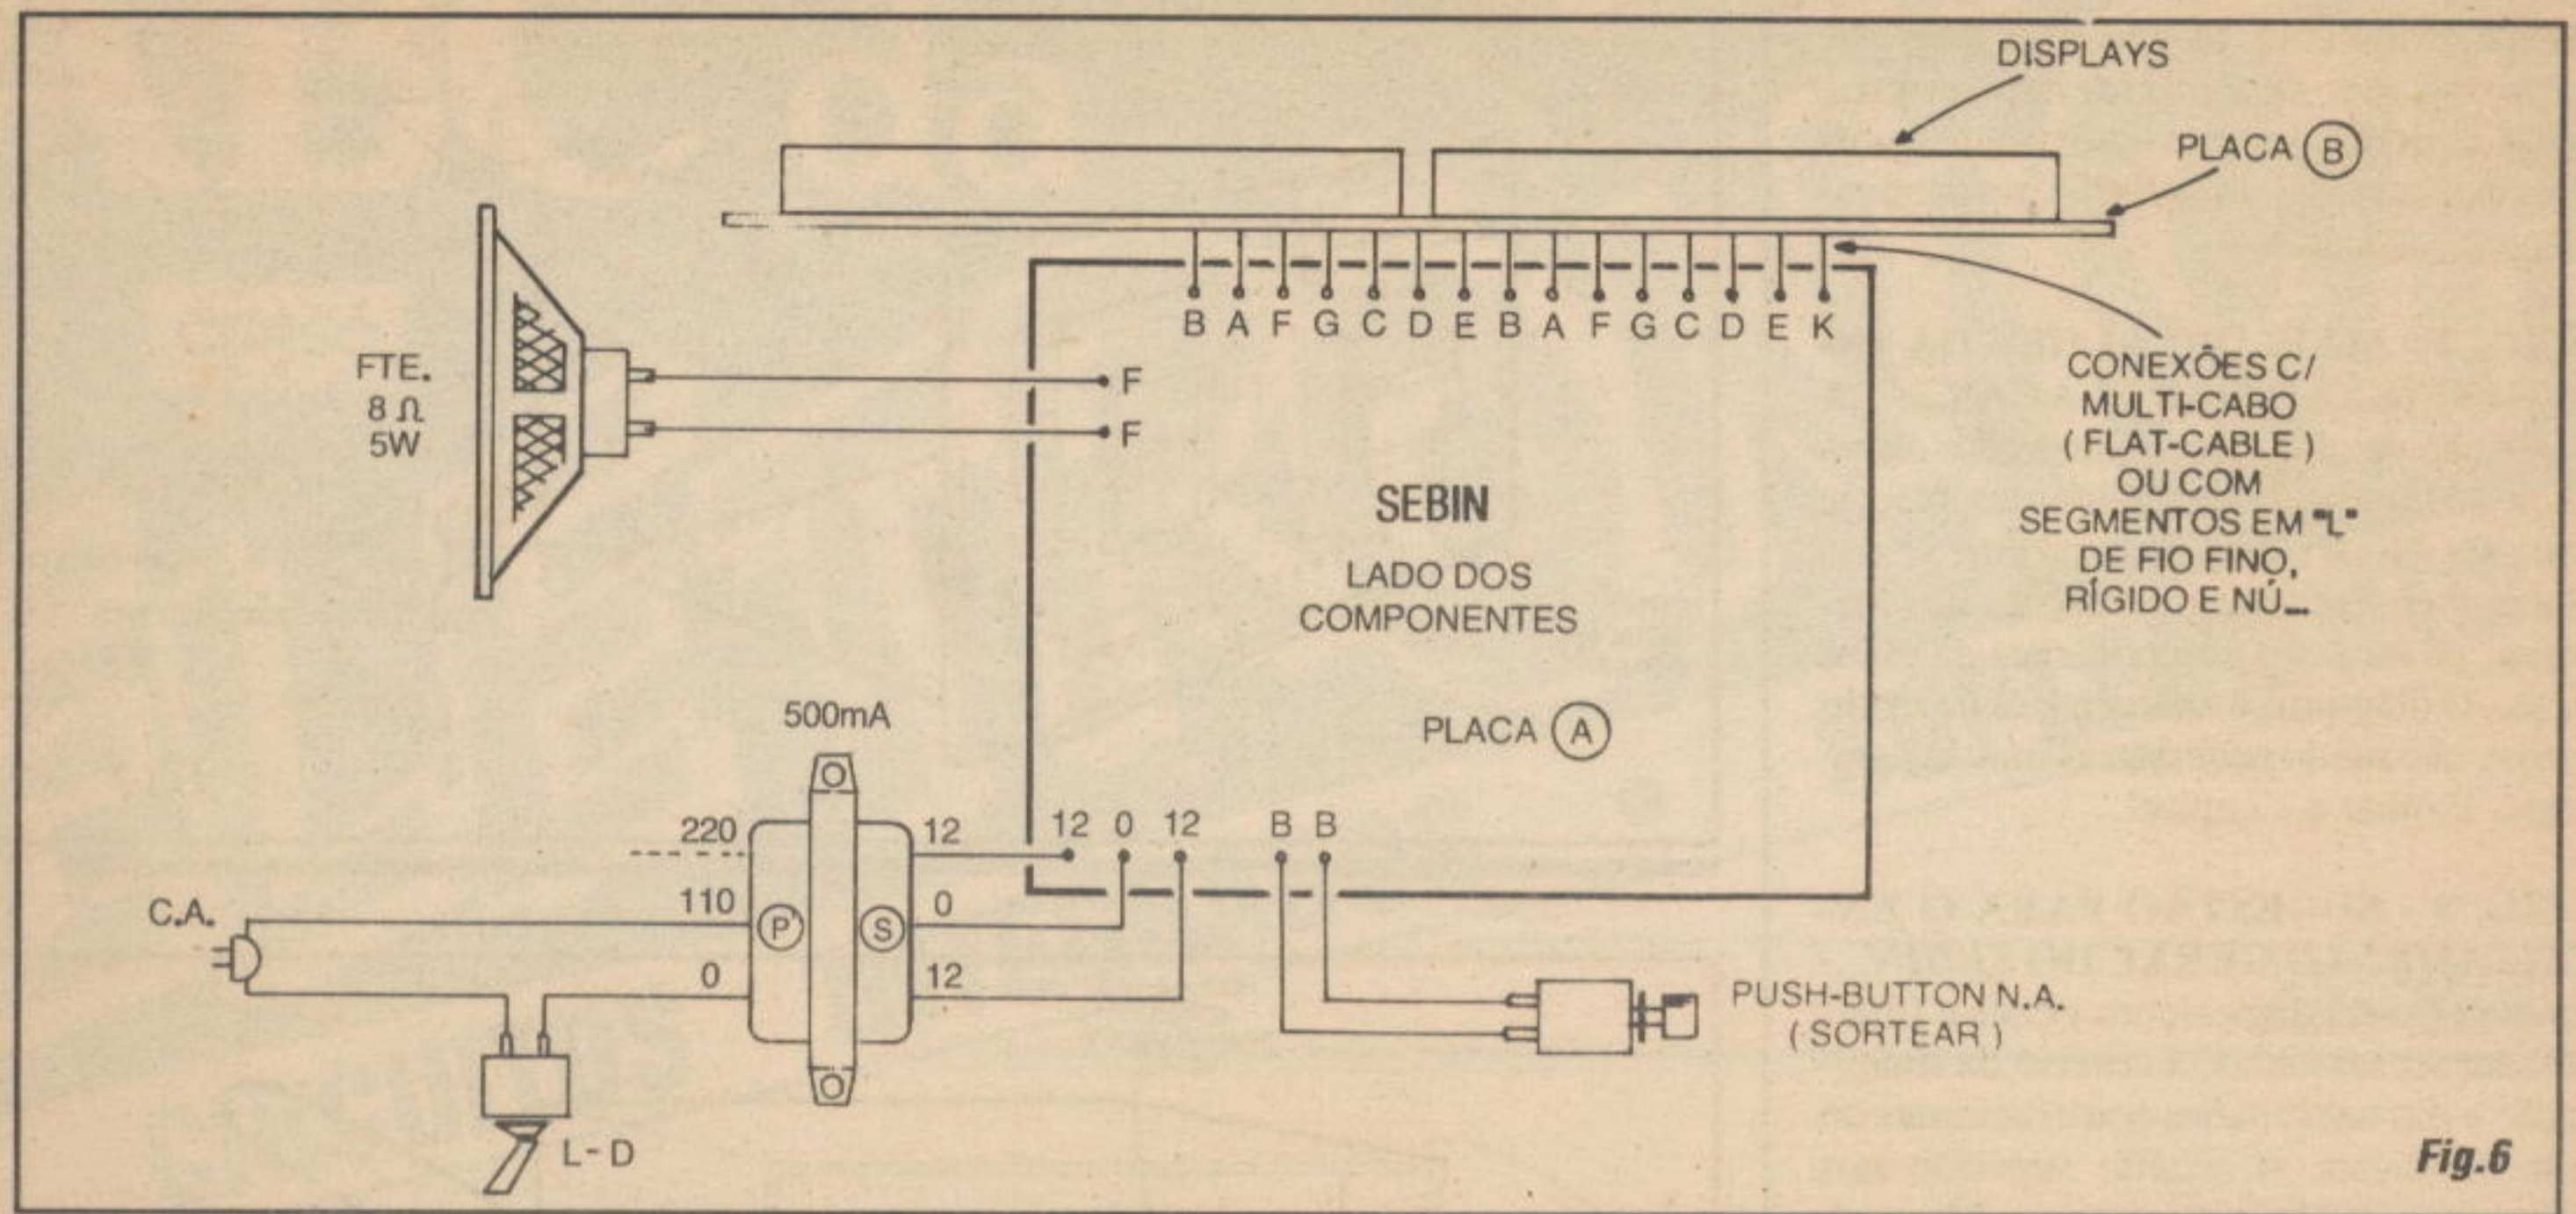

Fig.6
- FIG. 6 - CONEXÕES EXTERNAS ÀS PLACAS (ENTRE AS PLACAS...) - O diagrama mostra, simultaneamente, as ligações periféricas (das placas *para fora*...) e as conexões *entre* as duas placas que forma o arranjo eletro-mecânico do SEBIN... A vista é ortogonal à face não cobreada da placa principal A... As ligações do alto-falante e do *push-button* de JOGAR (SORTEAR) são muito simples e diretas, sem problemas pois tais componentes não são polarizados... Já as ligações ao *secundário* do trafo exigem mais atenção, feitas aos respectivos pontos 12-0-12 da placa... Ainda quanto ao transformador, notar que as ligações do seu *primário* correspondem à tensão de rede de 110V... Se a rede local for de 220V, basta *trocar* a conexão indicada, por aquela vista em tracejado (sem ligação, na figura...). O item mais importante, contudo, do diagrama, é a interconexão das placas A e B, que deve ser feita através de pequenos "L" de fio nú e rígido, entre as respectivas barras de contatos codificados com letras... Observar bem a posição relativa de ambas as placas, sendo que a B deve ser acomodada com o par de *displays* voltado *para fora* (opostos, portanto, à